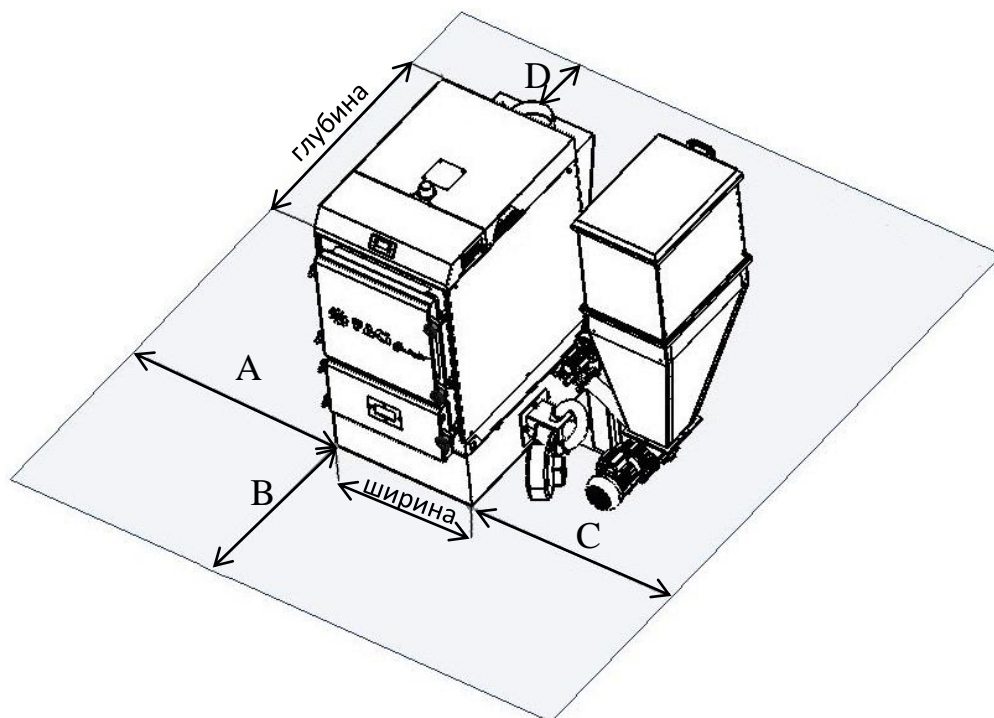

Рис. 23
2.7.1.4 При установке котла в котельной необходимо соблюдать требования выдерживания свободных расстояний до ближайших препятствий (рис. 23). В указанных размерах свободных расстояний не должно находиться никаких предметов, ни трубопроводов, ни других элементов котельной. Указанные технологические проходы должны быть свободны для доступа в любое время и ничем не загромождены.
Обозначение на рис. 23	Требуемое значение размера.